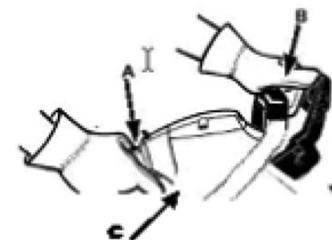

Figura 6
3. Segure a empunhadura traseira (A) com a mão direita (Figura 6).
4. Com a mão esquerda, sustente firmemente a empunhadura dianteira (B) (não a alavanca do freio [C]) (Figura 6).
5. Aperte o gatilho de aceleração até 1/3, imediatamente depois acione a alavanca do freio de corrente (C) (Figura 6).